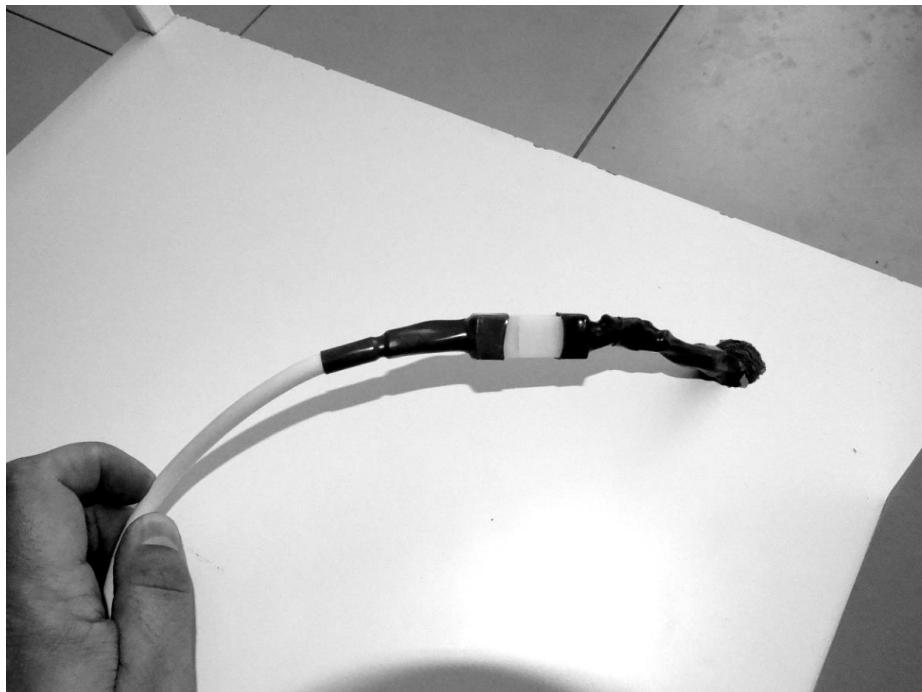

Рис. 35А
24. Соединить внешнюю турбину (В) с панелью (А) вилкой, протянутой через отверстие в столешнице от внешней турбины с вилкой, выходящей от силового модуля (Рис. 35А).